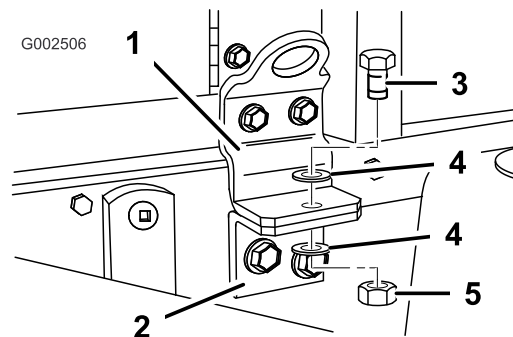

Bild 24
15. Befestigen Sie das Behältergestell mit einer Schraube (1/2" x 1-1/2"), zwei Scheiben (1/2") und einer Sicherungsmutter (1/2") am Rahmen, wie in Bild 24 dargestellt.